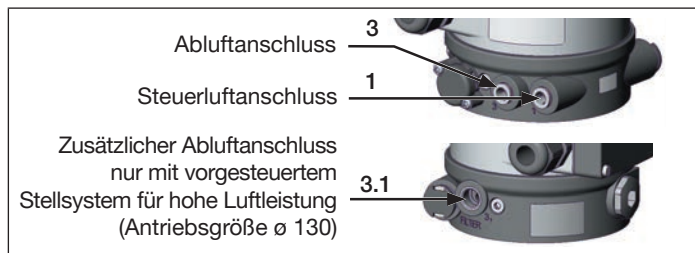

Bild 9: Pneumatischer Anschluss
- Das Steuermedium an den Steuerluftanschluss („Bild 9“: 1) anschließen
- Die Abluftleitung oder einen Schalldämpfer an den Abluftanschluss („Bild 9“: 3) und – wenn vorhanden – an den zusätzlichen Abluftanschluss („Bild 9“: 3.1) montieren.